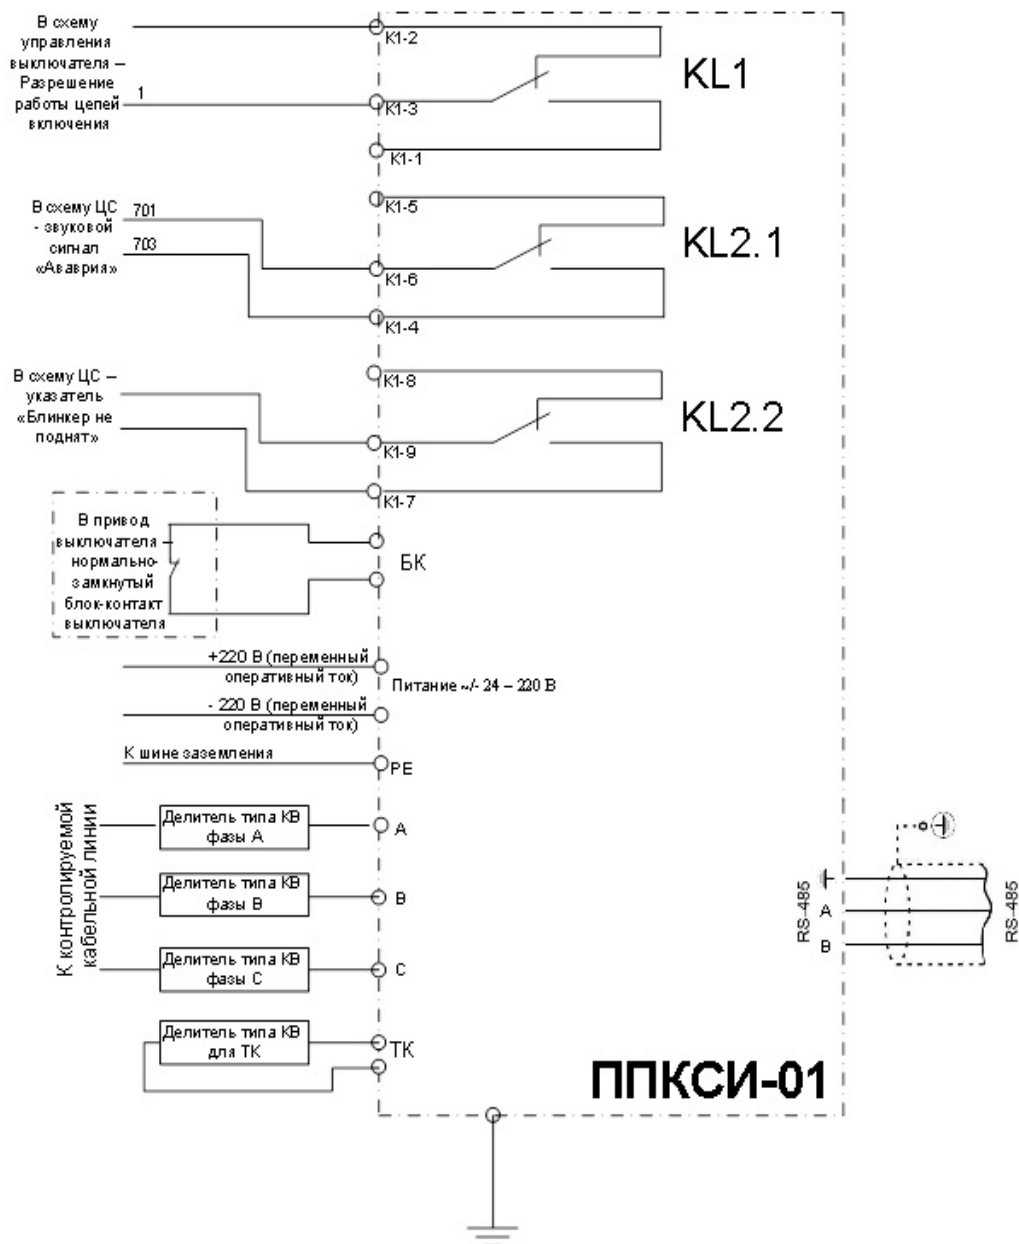

Рисунок 7. Схема подключения прибора в ячейке КРУ 6(10) кВ.
- подключить кабель к соответствующему клеммному соединению на приборе, согласно рис.7.;
- подключить проводники системы управления к клеммам RS-485 согласно рис.7.